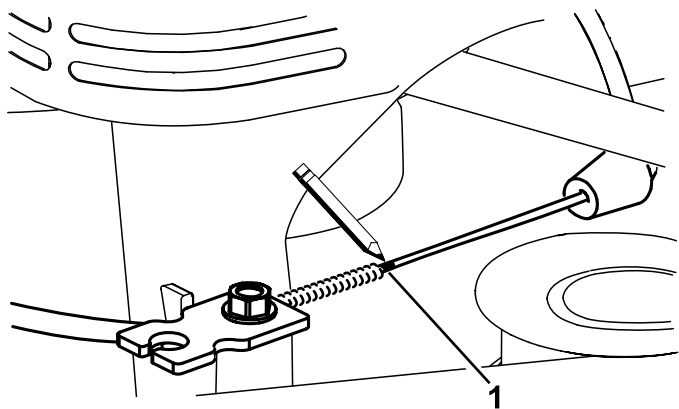
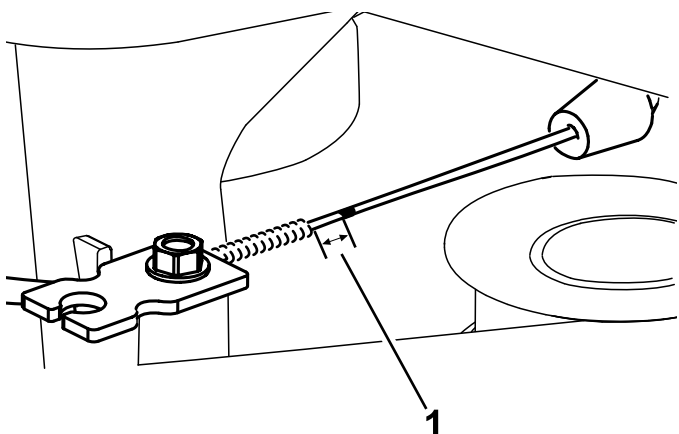

Figura 45
Figura 46
7. Marque o cabo do travão (Figura 45) e, em seguida, ajuste a manga até que exista, aproximadamente, 11 mm de folga (Figura 46).